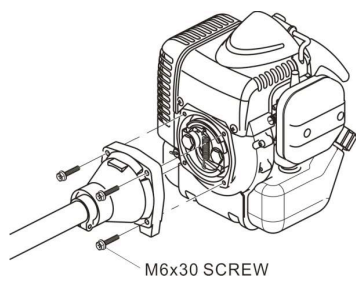

Fig.1
- Placer le moteur et le tube d'essieu sur le sol et commencer l'assemblage Fig. 1